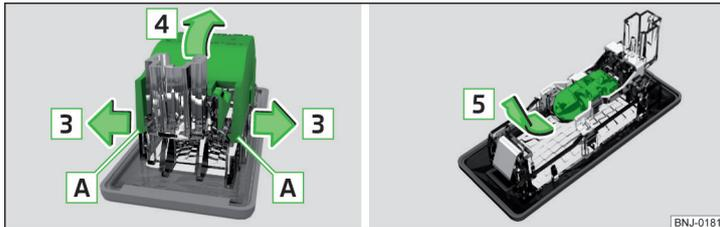

Fig. 215 Démontage du cache / remplacement de l'ampoule
- Enlevez le cache de la lampe au niveau de [A] ainsi que dans le sens de la flèche [3] » fig. 215.